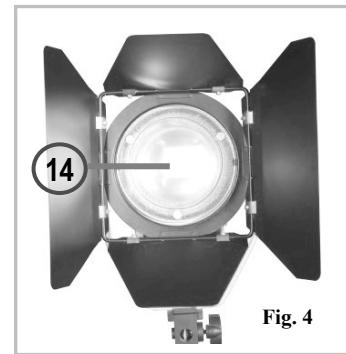

Fig. 4
8. De filter 3200°K /diffus (14) met magneethouders, op de lamp klikken (Fig. 4 en 6).
9. Sluit na gebruik de stroom uit (6) en laat het toestel afkoelen alvorens het op te bergen.
8. Cliquez le filtre 3200°K/diffus (14) avec la fixation magnétique sur la lampe (Fig. 4 et 6).
9. Coupez le courant (6) après utilisation et laissez refroidir l'appareil avant de le ranger..